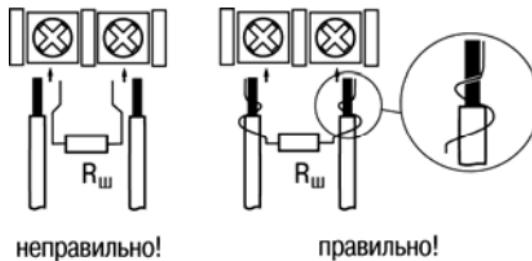

Рисунок 5.2
- 3) Подключение преобразователей с выходом в виде тока (0...5,0 мА, 0...20,0 мА или 4,0...20,0 мА) – только после установки шунтирующего резистора сопротивлением 50,0 Ом (допуск не более 0,1 %), подключение которого следует производить в соответствии с рисунком 5.2, т.е. вывод резистора должен заводиться с той же стороны винтовой клеммы, что и провод от датчика. При использовании провода сечением более 0,35 мм конец провода и вывод резистора необходимо скрутить или спаять (см. рисунок 5.2).